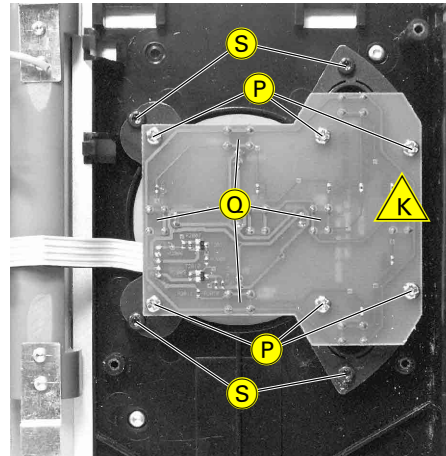

Fig. 8
- 6 Schrauben \textcircled{P} herausschrauben und Tastenplatte herausnehmen (Fig. 8).
- Undo 6 screws \textcircled{P} and remove the Switch Board (Fig. 8).
- 4 Schrauben (S) herausschrauben und Tasten herausnehmen (Fig. 8).
- Undo 4 screws (S) and remove the buttons (Fig. 8).